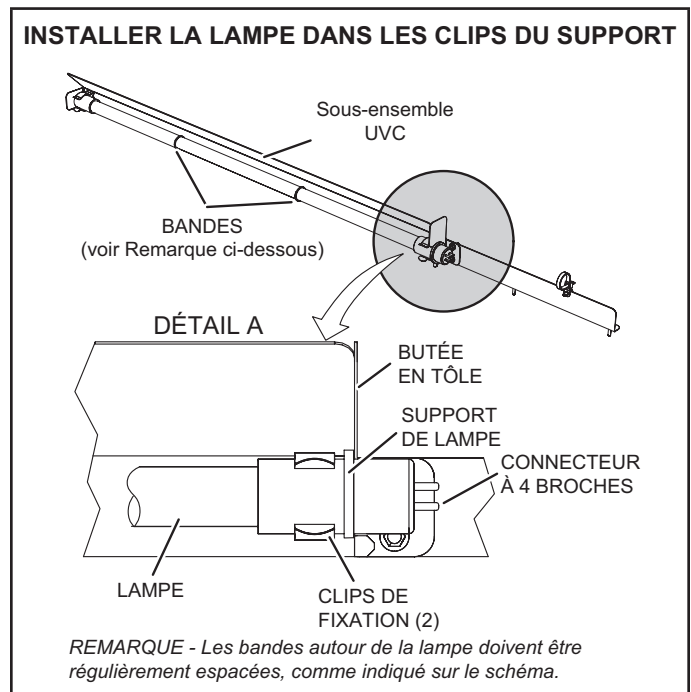

FIGURE 41
- 7 - Porter des gants en coton ou utiliser un chiffon en coton pour manipuler la nouvelle lampe. Placer la nouvelle lampe dans les clips de fixation de l'ensemble UVC. Vérifier que la bride de la lampe située à l'extrémité du connecteur est bien insérée entre le clip de fixation de la lampe et la butée métallique (voir FIGURE 41).